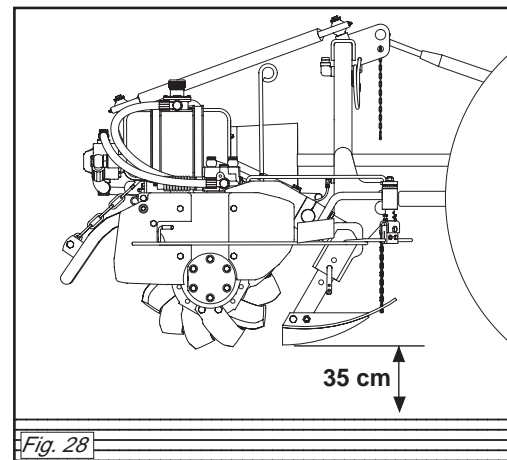

Fig. 28
Sollevarla sempre per i cambiamenti di direzione e le inversioni di marcia. Durante il trasporto, od ogniqualvolta si renda necessario il sollevamento dell'attrezzatura, è opportuno che il gruppo di sollevamento del trattore venga regolato in modo che la macchina stessa non sia sollevata da terra per più di 35 cm circa (Fig. 28). Evitare di immergersi su strade pubbliche con la macchina sporca di terra, erba o quant'altro che produca sporcizia e/o intralcio al traffico stradale. Non far cadere con violenza la macchina sul terreno ma farla scendere lentamente per consentire il graduale inserimento delle zappe nel terreno. In caso contrario si provocherebbero forti sollecitazioni su tutti i componenti della macchina stessa che potrebbero comprometterne la loro integrità.
*Always raise the implement in order to reverse or change direction. During transport, or whenever the implement must be raised, it is advisable to adjust the lift unit of the tractor so that the implement itself is not raised more than about 35 cm from the ground (Fig. 28). Do not drive on public highways if the machine is dirtied with soil, grass or anything else that could dirty and/or hamper the road traffic. Lower the machine slowly to allow the hoe blades to gradually penetrate the soil. Do not allow it to drop violently on to the ground. To do this would strongly stress all the machine components and could damage them.*
Das Gerät zum Ändern der Richtung und zum Wenden immer ausheben. Während des Transportes, jedesmal wenn das Ausheben des Gerätes erforderlich wird, sollte der Kraftheber des Schleppers immer so eingestellt werden, daß das Gerät nicht mehr als circa 35 cm Abstand vom Boden aufweist (Abb. 28). Vermeiden Sie es, auf öffentliche Straßen zu fahren, wenn die Maschine mit Erde, Gras oder anderem verschmutzt ist, das die Fahrbahn verschmutzen und/oder den Verkehr behindern kann. Achten Sie darauf, daß das Gerät nicht auf den Boden fällt, sondern langsam gesenkt wird, um zu ermöglichen, daß die Klingen langsam in den Boden eingezogen werden. Anderenfalls würde es zu starken Spannungen in den Bestandteilen der Maschine kommen und ihre Struktur könnte Schaden nehmen.
*Pendant le déplacement et chaque fois qu'il faut relever la machine, veillez à ce que le groupe de relevage du tracteur soit réglé de manière à la soulever au moins de 35 cm (Fig. 28). Eviter de s'engager sur les routes publiques avec la machine souillée de terre, herbe ou autre pouvant salir ou gêner la circulation. Ne pas faire tomber la machine avec violence sur le sol mais la faire descendre lentement pour faire pénétrer les couteaux graduellement dans le sol. Dans le cas contraire vous risquez de provoquer de fortes contraintes sur tous les composants de la machine pouvant compromettre leur intégrité.*
Durante el transporte, cada vez que se hace necesario alzar el equipo, es conveniente que el grupo de elevación del tractor se regule en modo tal que el equipo mismo no se alce desde el suelo más de 35 cm aprox. (Fig. 28). Evitar el ingreso en carreteras públicas con la máquina sucia de tierra, hierba o todo otro elemento que produzca suciedad y/o obstruya el tráfico de la carretera. No hacer caer con violencia la máquina sobre el terreno, hacerla descender lentamente para permitir la gradual introducción de las azadillas en el terreno. De lo contrario provocaríamos grandes esfuerzos para todos los componentes de la máquina misma, que podrían dañarlos.